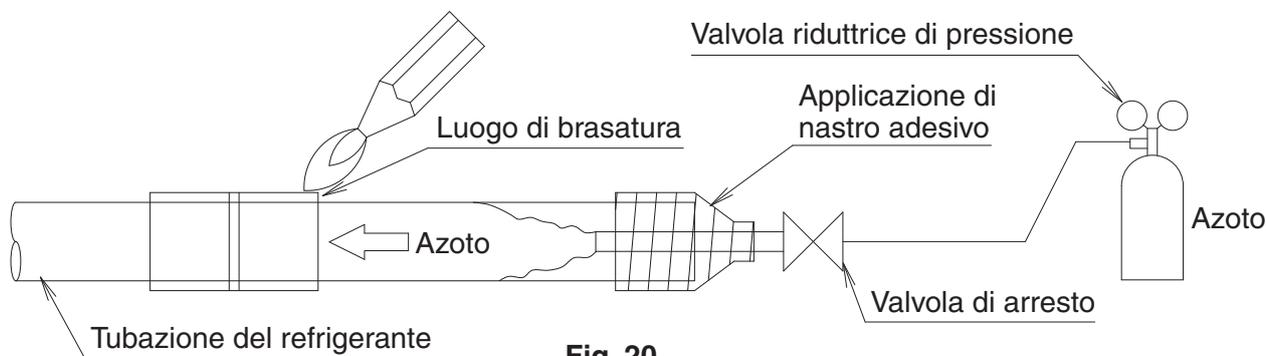

Fig. 20
- \* Prima della brasatura delle tubazioni del refrigerante, far passare il flusso di azoto al loro interno e sostituire l'aria con l'azoto. **(Fare riferimento alla Fig. 20)** Successivamente, eseguire la brasatura (NOTA 2). Dopo che tutti i lavori di brasatura sono completati, eseguire il raccordo svasato con l'unità interna.